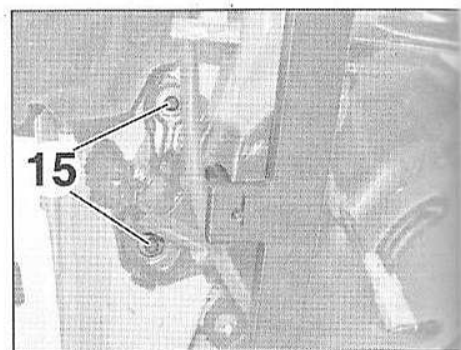

FIG.73
- De chaque côté, déposer les vis restantes (15) du palier (Fig.73).